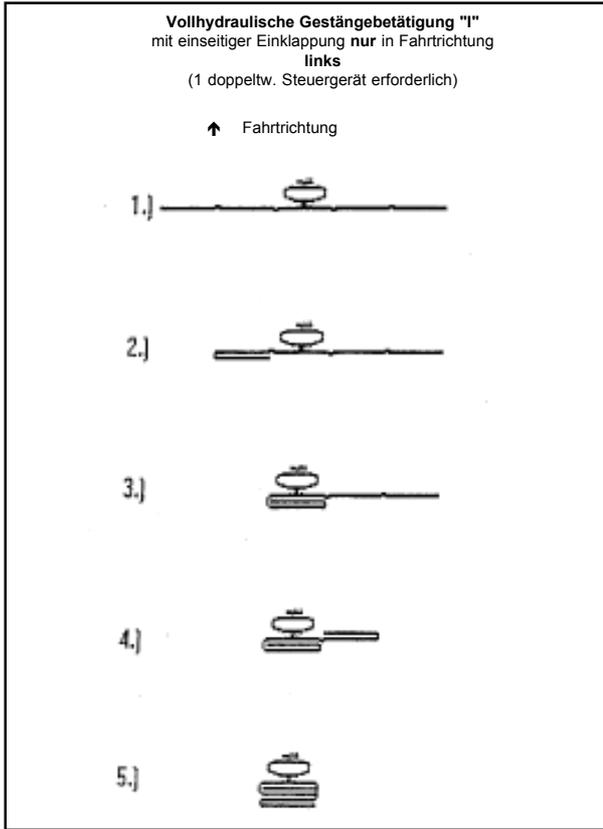

Fig. 10.5
1. **Vollhydraulische Gestängebetätigung "I"**, einseitige Klappung in Fahrtrichtung links möglich (Fig.10.5) (1 einfachwirkendes und 1 doppeltwirkendes Steuergerät auf Schlepper erforderlich).